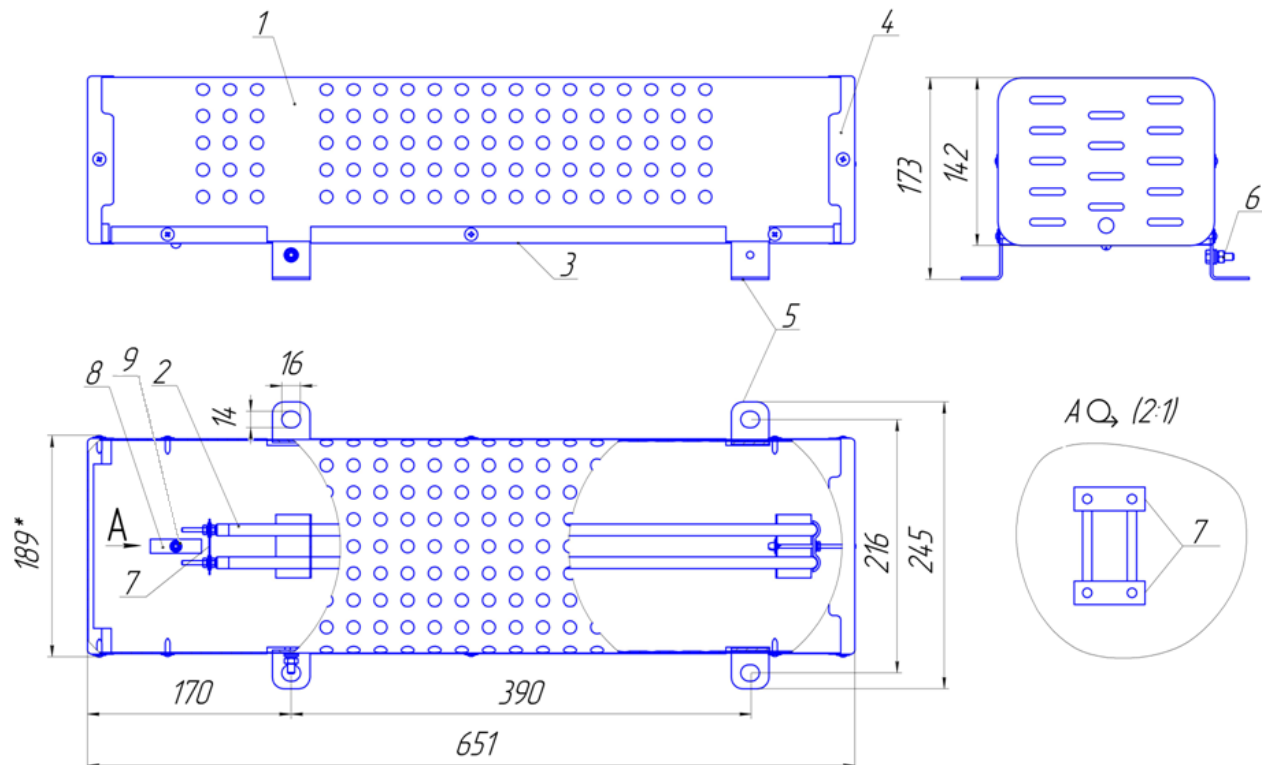

Рисунок 1 - Общий вид печи
- для переносных изделий - через 3-х полюсную розетку с заземляющим контактом, установка которой при ее отсутствии производится специализированной организацией, при этом зачищенный конец жилы заземления шнура (желто-зеленого цвета) ставится под скобу поз.8 (см. рис.1);
5.1 Печь представляет (см. рис. 1) собой кожух 1, внутри которого расположены трубчатые электронагревательные элементы 2 (ТЭН), установленные на дне 3. Кожух выполнен из листовой перфорированной стали, имеет четыре ножки 5 с болтом заземления 6 на одной из ножек. Печь
5.4 Жилы шнура питания зачистить на длине 25 мм, скрутить в кольцо Ø4,3мм, облудить, установить на контактные выводные шпильки ТЭН (имеющие резьбу М4) с прокладкой с двух сторон плоских шайб, затем установить пружинную шайбу - гровер и затянуть гайкой М4 (крепёж поставляется с печью). Допускается применять кольцевые контактные наконечники с обеспечением их надёжной обжимки на токоведущих жилах шнура. При применении 2-х полюсной вилки шнура к болту заземления 6 (рис.1) подводится провод заземления. При применении 3-х жильного шнура с вилкой, имеющей боковые заземляющие контакты, защищенный конец жилы заземления шнура (желто-зеленого цвета) ставится внутри печи под скобу 8 и внутренний болт заземления 9. При обоих типах шнуров необходимо скобой 8 зажимать шнур внутри печи.